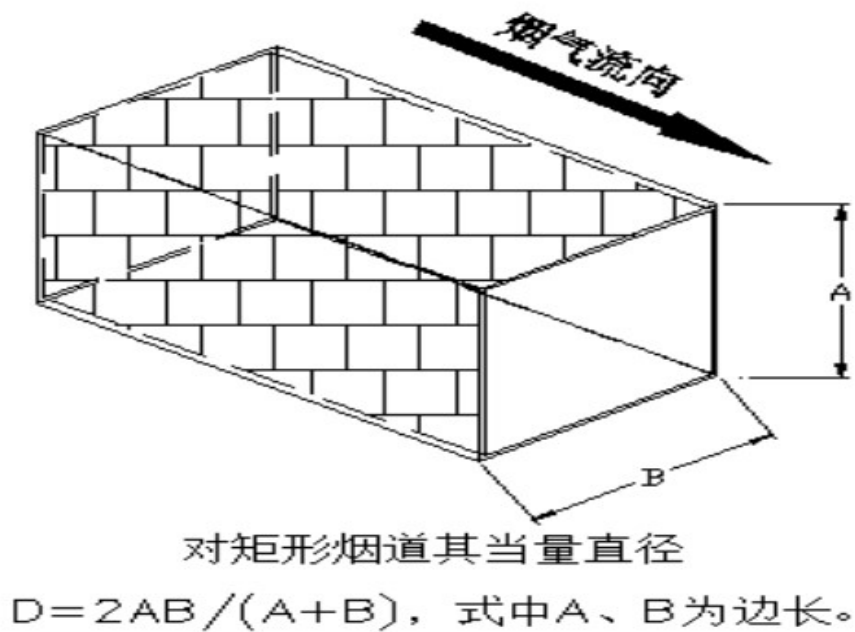

图 3 烟气流速仪测量点要求图例
c) 对矩形烟道其当量直径 $D=2AB/(A+B)$ ，式中 A、B 为边长，如图 3 所示。